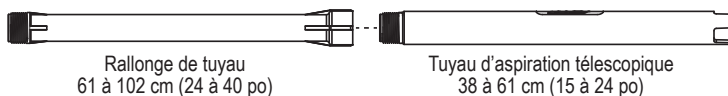

Figure 2
REMARQUE : Cette pompe est conçue pour se monter directement sur un raccord de réservoir femelle standard de 50,8 mm (2 po). Appliquer un ruban d'étanchéité ou un composé d'étanchéité approuvé pour une utilisation avec des carburants pétroliers, sur la conduite d'aspiration (voir Figure 2) et serrer fermement la conduite d'aspiration à l'orifice d'entrée de la pompe.
4. Assembler les deux parties de la conduite d'aspiration (si la rallonge de conduite de 61 cm à 101,6 cm [24 po à 40 po] est nécessaire) (voir Figure 2), s'assurer d'entourer les filetages de 3 à 4 tours de ruban d'étanchéité ou d'appliquer un composé d'étanchéité approuvé pour l'utilisation avec des carburants pétroliers.